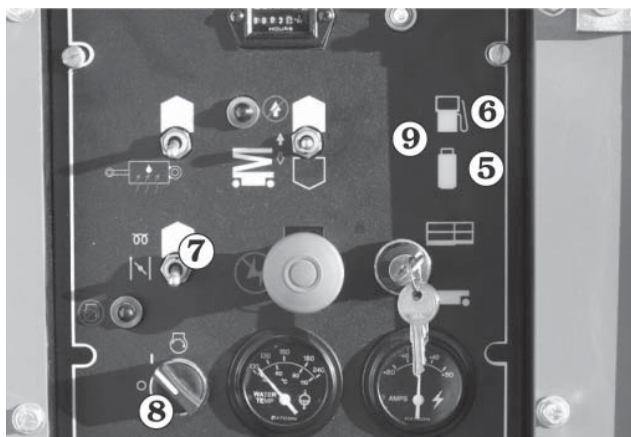

Abb. 8.6
5. Für **Dualkraftstoffbetrieb**: Schalten Sie den **Kraftstoff**-Schalter **9** je nach Bedarf auf Flüssiggas **5** oder Benzin **6**, (siehe Abb. 8.6).
6. Wenn der Motor kalt ist, den **Choke**-Schalter **7** (siehe Abb. 8.6) während des nächsten Schrittes drücken.
7. Drehen Sie den Schlüssel **8**, um zu starten, und halten Sie ihn, bis der Motor anspringt, oder 20 Sekunden lang, je nachdem, was sich zuerst ergibt. Wenn der Motor anspringt, den Schlüssel **8** und den Choke-Schalter **7** loslassen (siehe Abb. 8.6).